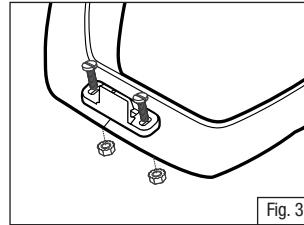

Fig. 3
6. Coloque el pestillo en la parte de la mandíbula usando el tornillo negro ranurado de 4-40 y las tuercas Keps. Ajuste la posición del pestillo de un lado a otro para la cantidad de coples deseadas para sostener el visor de campo amplio en la posición baja. Apriete los dos tornillos/tuercas. (Fig. 3)